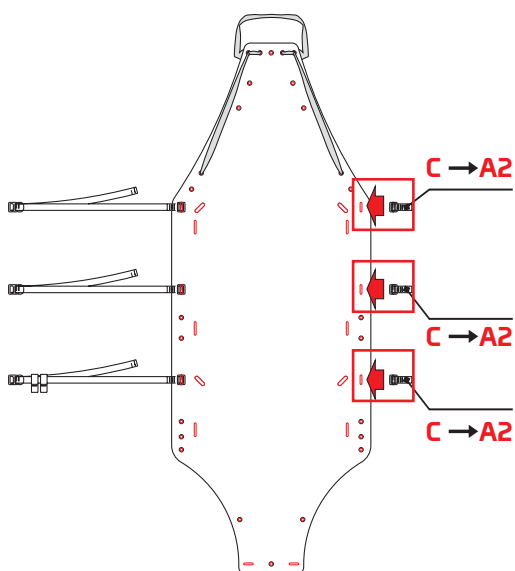

Fig.8
- inserire le fettucce con asola (C) nelle asole A2 del piano di appoggio (fig. 8),